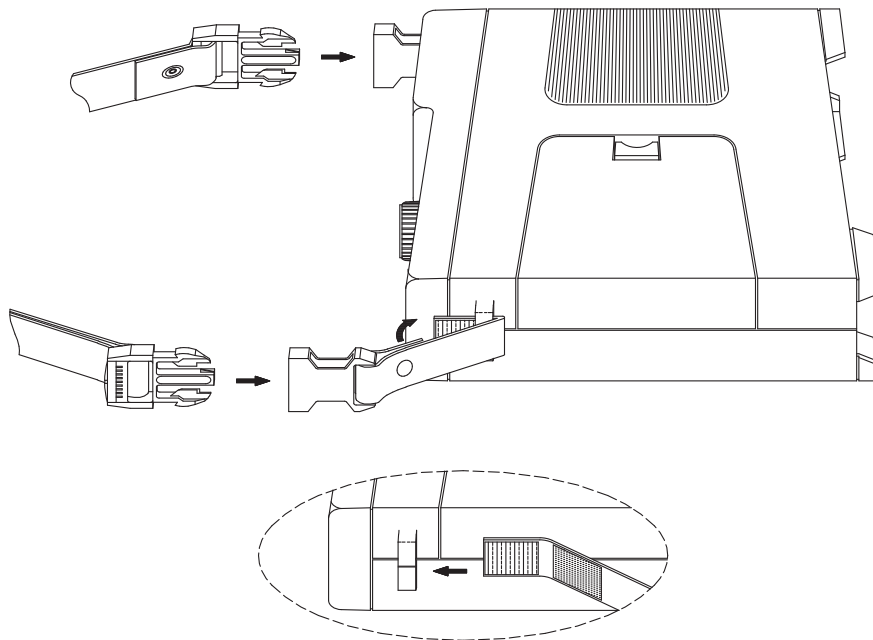

Figure 3C. Fixation de la dragonne de transport
1. Reportez-vous à la figure 3c.